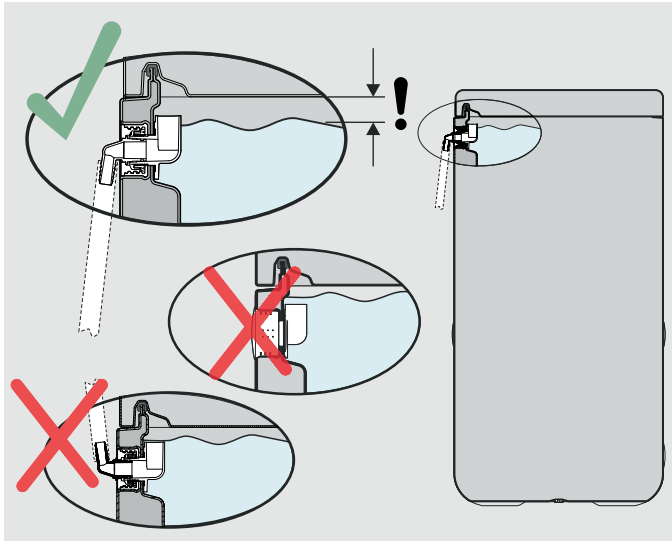

Bild 4-6 Montage Ablaufschlauch am Sicherheitsüberlauf
- Ablaufschlauch mit dem Anschlussstück für Sicherheitsüberlauf verbinden (siehe Bild 4-6 und Bild 3-1, Pos. 23).